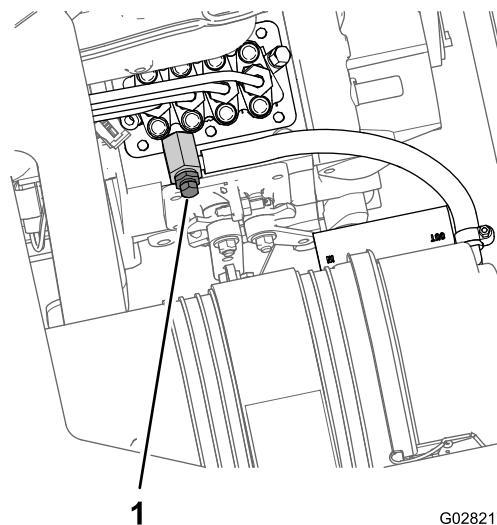

Figure 76
9. Desserrez la vis de purge sur la pompe d'injection (Figure 76).
11. Laissez la clé à la position CONTACT jusqu'à ce que le carburant s'écoule régulièrement par la vis de purge (Figure 76).
12. Serrez la vis de purge (Figure 76) et tournez la clé à la position ARRÊT.
8. Placez un bac de vidange sous la partie pompe d'injection du moteur (Figure 76).